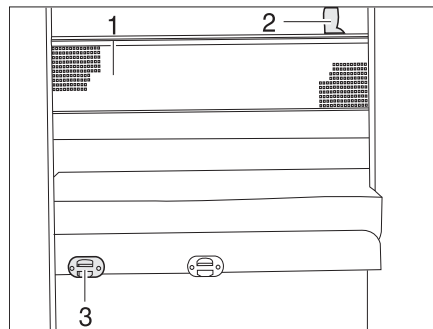

Fig. 157 Red de seguridad
- Enganchar la escalera de ascenso con los largueros en el soporte (Fig. 157,3) en el panel.
La red de seguridad (Fig. 157,1) viene de serie entre el colchón y el somier. Tender la red de seguridad cuando la persona ya se encuentre en la cama.
- Engatillar las cintas de sujeción (Fig. 157,2) en los soportes en el techo.